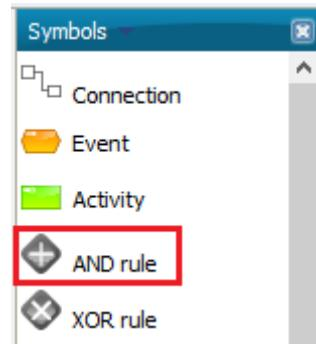
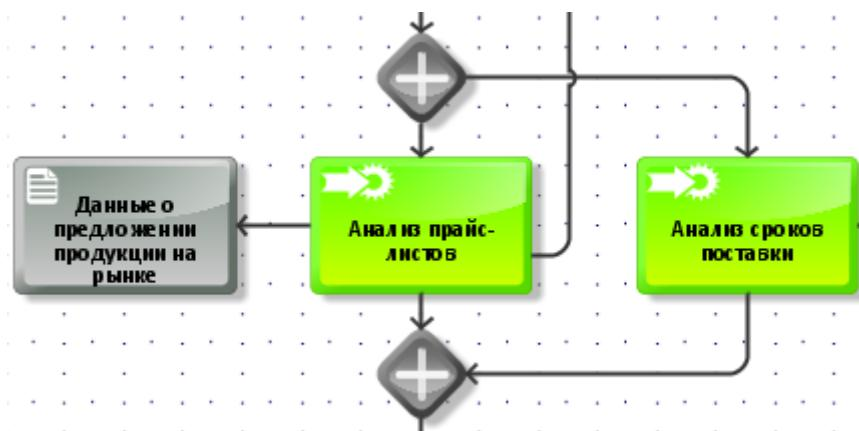

Рисунок 2.29
Рисунок 2.30
- 1) необходимо использовать конструкцию на основе объектов «AND rule» (рисунок 2.29) для демонстрации параллельного выполнения работ «Анализ прайс-листов» и «Анализ сроков поставки» (рисунок 2.30);